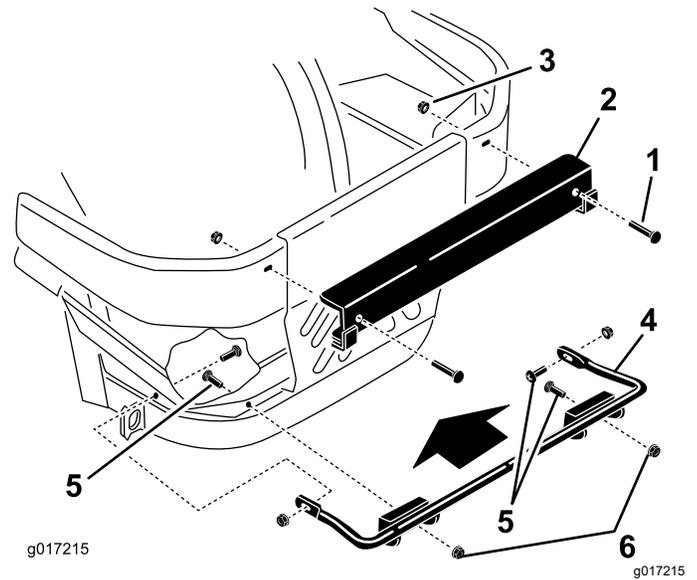

Figure 5
1. Fixez le support inférieur sur la machine à l'aide de 4 boulons de carrosserie ( $\frac{3}{8}$  x  $1\frac{1}{4}$  po) et de 4 écrous à embase (grande embase –  $\frac{3}{8}$  po), comme montré à la Figure 5.
2. Fixez le support supérieur sur les pare-chocs gauche et droit à l'aide de 2 boulons de carrosserie ( $\frac{1}{2}$  x  $2\frac{1}{2}$  po) et de 2 écrous à embase ( $\frac{1}{2}$  po), comme montré à la Figure 5.